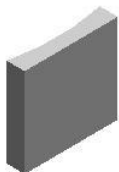

图5-30
4. 选择前两步绘制的草图轮廓，在【成形特征】工具条中单击【拉伸】按钮，弹出【拉伸】对话框。在【结束】输入框中输入“-17”，然后单击 **确定** 按钮创建拉伸特征，结果如图 5-30 所示。